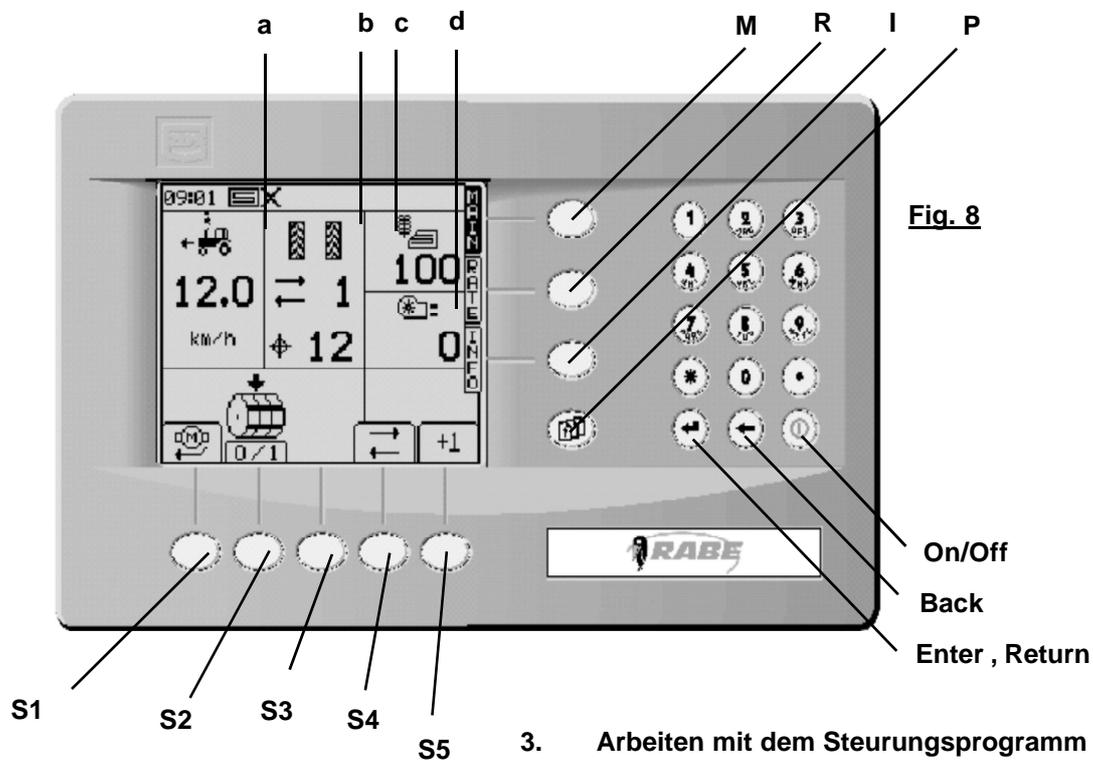

Fig. 8
- Nach dem Einschalten linken unteren Softkey <S1> (**Fig.8**) sofort drücken: